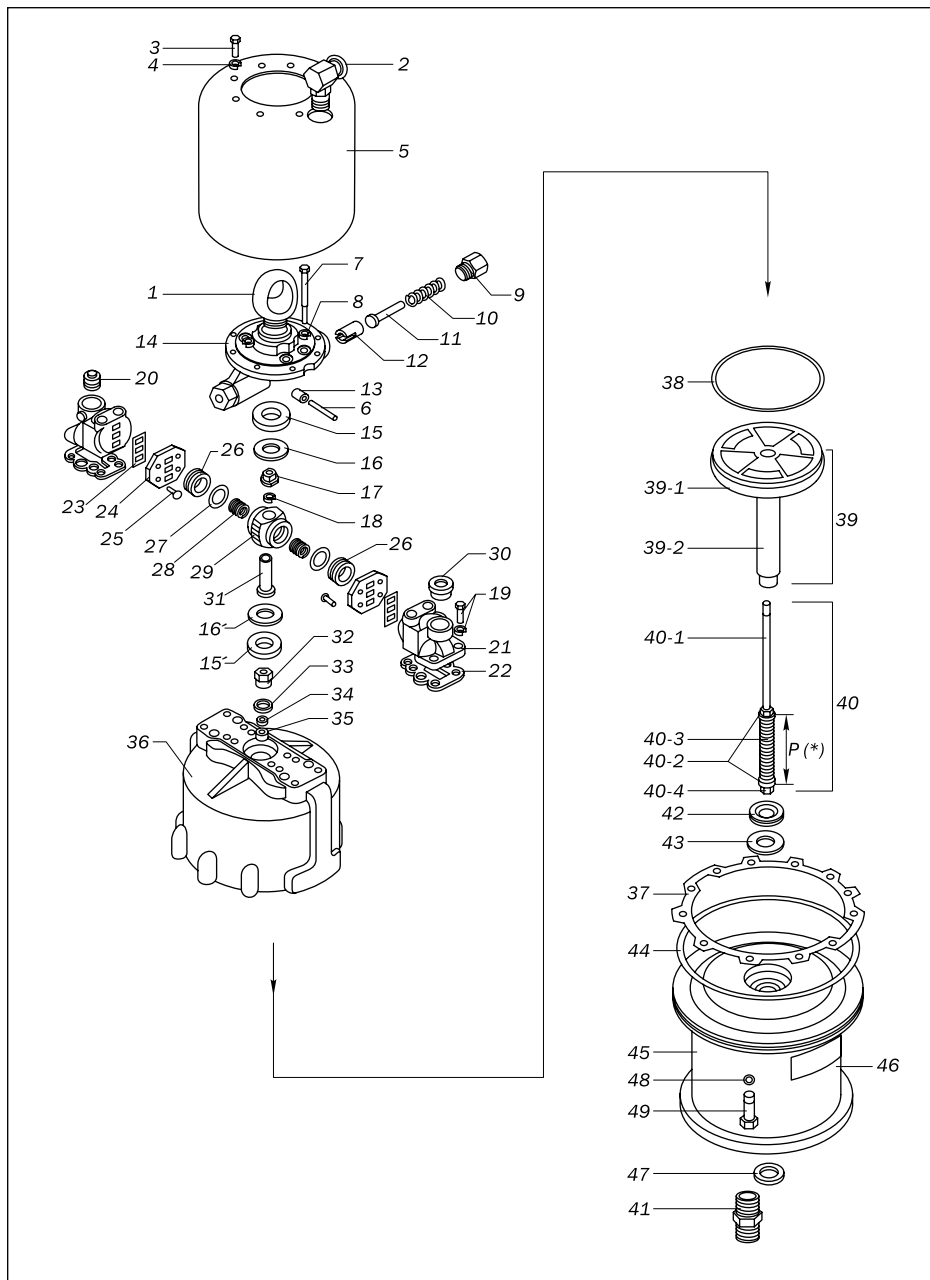

Рис. 9.1.1. Устройство мотора окрасочного аппарата.
См. рис. 9.1.1.
4. Отвернуть штуцер (2, рис. 9.1.1).
5. Вывернуть болты 3, снять защитный кожух 5, снять резиновый уплотнитель 30 (рис. 9.1.1).
6. Отвернуть пробку стопора 9, извлечь пружину 10, сердечник 11 и толкатель 12 (рис. 9.1.1) с обеих сторон блока стопорного механизма.
7. Вывернуть болты 7 (рис. 9.1.1).
8. Аккуратно поднять корпус стопорного механизма так, чтобы ролик стопора 13 и ось 6 (рис. 9.1.1) не выпали.
9. Извлечь из блока стопорного механизма ось ролика 6 и ролик 13 (рис. 9.1.1).
10. Отделить шайбу 16 и резиновую прокладку 15 (рис. 9.1.1).
11. Медленно поднимайте клапанную головку 29, поджимая пальцами подпружиненные клапаны 26 (рис. 9.1.1).
12. После полного подъема клапанной головки 29 поверните ее на 90° и уприте ее в коллекторы 21 (рис. 9.1.1).
13. Медленно уберите пальцы и извлеките клапаны 26, уплотнительное кольцо 27, пружину 28 (рис. 9.1.1).
14. Вытяните до упора узел клапанной тяги 40, захватите ее трубными клещами через прокладку из мягкого металла (медь, латунь) ниже грани посадочной втулки 31 (рис. 9.1.1).
15. Отверните гайку клапанной тяги 17 (рис. 9.1.1) и снимите клапанную головку.
16. Извлеките пружинную шайбу 18 (рис. 9.1.1) и посадочную втулку 31 (рис. 9.1.1).
17. Извлеките шайбу 16' и гайку клапанной тяги 15' из паза в цилиндре 36 (рис. 9.1.1).
18. Отвернуть направляющую втулку клапанной тяги 32, извлечь медную уплотнительную шайбу 33, кожаное уплотнительное кольцо 34, герметизирующую манжету 35 (рис. 9.1.1).
19. Отвернуть болты 49 и отделить цилиндр 36 (рис. 9.1.1), поднимая вертикально вверх.
кольцо 38 (рис. 9.1.1).
21. Зажмите шестигранную часть штока поршня 39 в тисках и отверните основание мотора 45 (рис. 9.1.1).
22. Извлеките узел клапанной тяги 40 из поршневого узла 39 (рис. 9.1.1).
23. Проверьте размер «Р» на узле клапанной тяги 40 (рис. 9.1.1). Он должен равняться 139,7 мм. Если размер отличается от номинала, замените узел клапанной тяги 40 (рис. 9.1.1).
24. Извлеките манжету 42, грязесъемное кольцо 47 (рис. 9.1.1).
25. Снимите уплотнительную прокладку 37 с основания мотора 45 (рис. 9.1.1).
26. Переверните основание мотора 45 и извлеките уплотнитель 50 (рис. 9.1.1).
2. Переверните основание мотора 45 (рис. 9.1.1)
3. Смажьте уплотнитель 50 и запрессуйте в основание мотора 45 (рис. 9.1.1).
5. Смажьте манжету 42 (рис. 9.1.1) и установите в основание мотора кромкой вверх.
6. Установите виброгаситель 44 на основание мотора 45 (рис. 9.1.1).
7. Установите уплотнительную прокладку 37 на основание мотора 45 (рис. 9.1.1), сориентировав относительно отверстий.
8. Смажьте узел клапанной тяги 40 консистентной смазкой и установите в поршневой узел 39 (рис. 9.1.1).